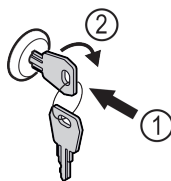

Fig. 123
- ▶ Klíč zasuňte dovnitř Fig. 123 (1).
- ▶ Otáčejte klíčem o 90° ve směru hodinových ručiček Fig. 123 (2).